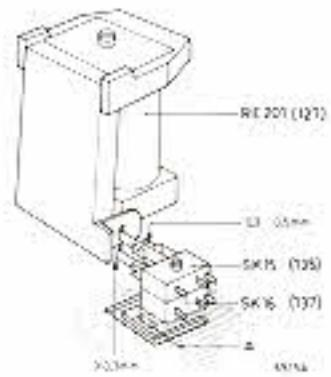

Fig. 10
- Bei abgefallenem Magneten muss der Abstand zwischen den geöffneten Kontakten der Schalter SK15/SK16 (135/137) 0,3...0,55 mm sein. Einstellen durch Biegen der Kontakte (Fig. 10).
- Bei abgefallenem Magneten muss der Abstand zwischen der Anschlagplatte des Elektromagneten RE201 (127) und dem Mittelkontakt der Schalter SK15/SK16 (135/137) grösser als 0,3 mm sein. Einstellen durch Biegen der Zunge A.